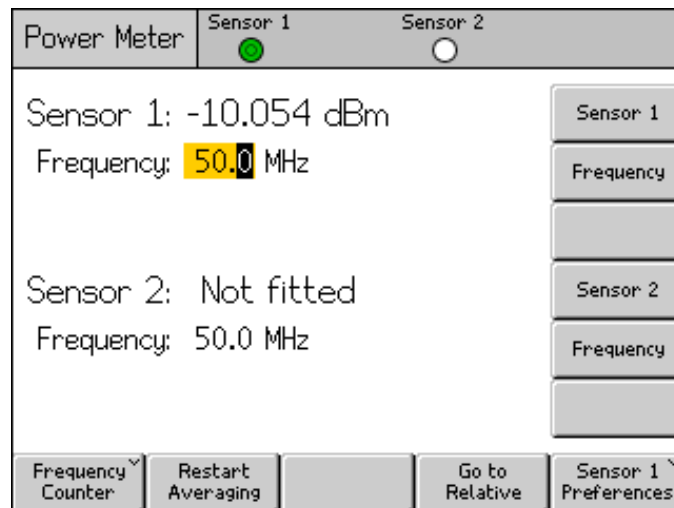

Abbildung 3-39. Einstellungsfrequenz des Bildschirms „Power Meter“ („Leistungsmesser“)
Um gültige Messwerte zu erhalten, muss die Frequenzeinstellung für jeden verbundenen Sensor der Frequenz des zu messenden Signals entsprechen. Zum Festlegen der Frequenz drücken Sie **MEAS**, um den Bildschirm „Power Meter Readout“ („Leistungsmesseranzeige“) anzuzeigen. Drücken Sie den Softkey „Frequency“ („Frequenz“), um das Frequenzfeld für den benötigten Sensor auszuwählen (der Softkey gegenüber von den Frequenzfeldern „Sensor 1“ oder „Sensor 2“), wie in Abbildung 3-39 dargestellt. Der Frequenzwert kann mithilfe der Pfeiltasten und des Scrollrads geändert werden oder direkt über das Tastenfeld eingegeben werden. Die erlaubten Frequenzwerte werden durch den verbundenen Sensor bestimmt und schließen i. d. R. 0 Hz ein.
1. Drücken Sie **MEAS**, um den Anzeigebildschirm „Power Meter“ („Leistungsmesser“) wie in Abbildung 3-39 dargestellt anzuzeigen.